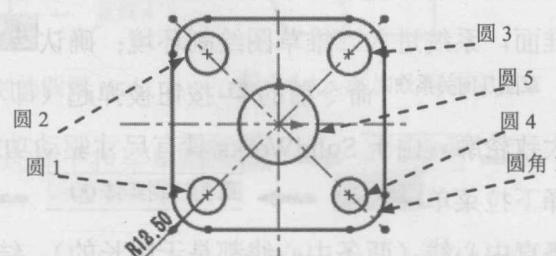

图 1.4.5 绘制的圆
(4) 绘制圆。选择下拉菜单 **工具(T)** → **草图绘制实体(E)** → **圆(C)** 命令，在图形区中绘制图 1.4.5 所示的圆。
Step4. 添加几何约束。按住 Ctrl 键，选择图 1.4.5 所示的圆 4 与圆角 1，系统弹出“属